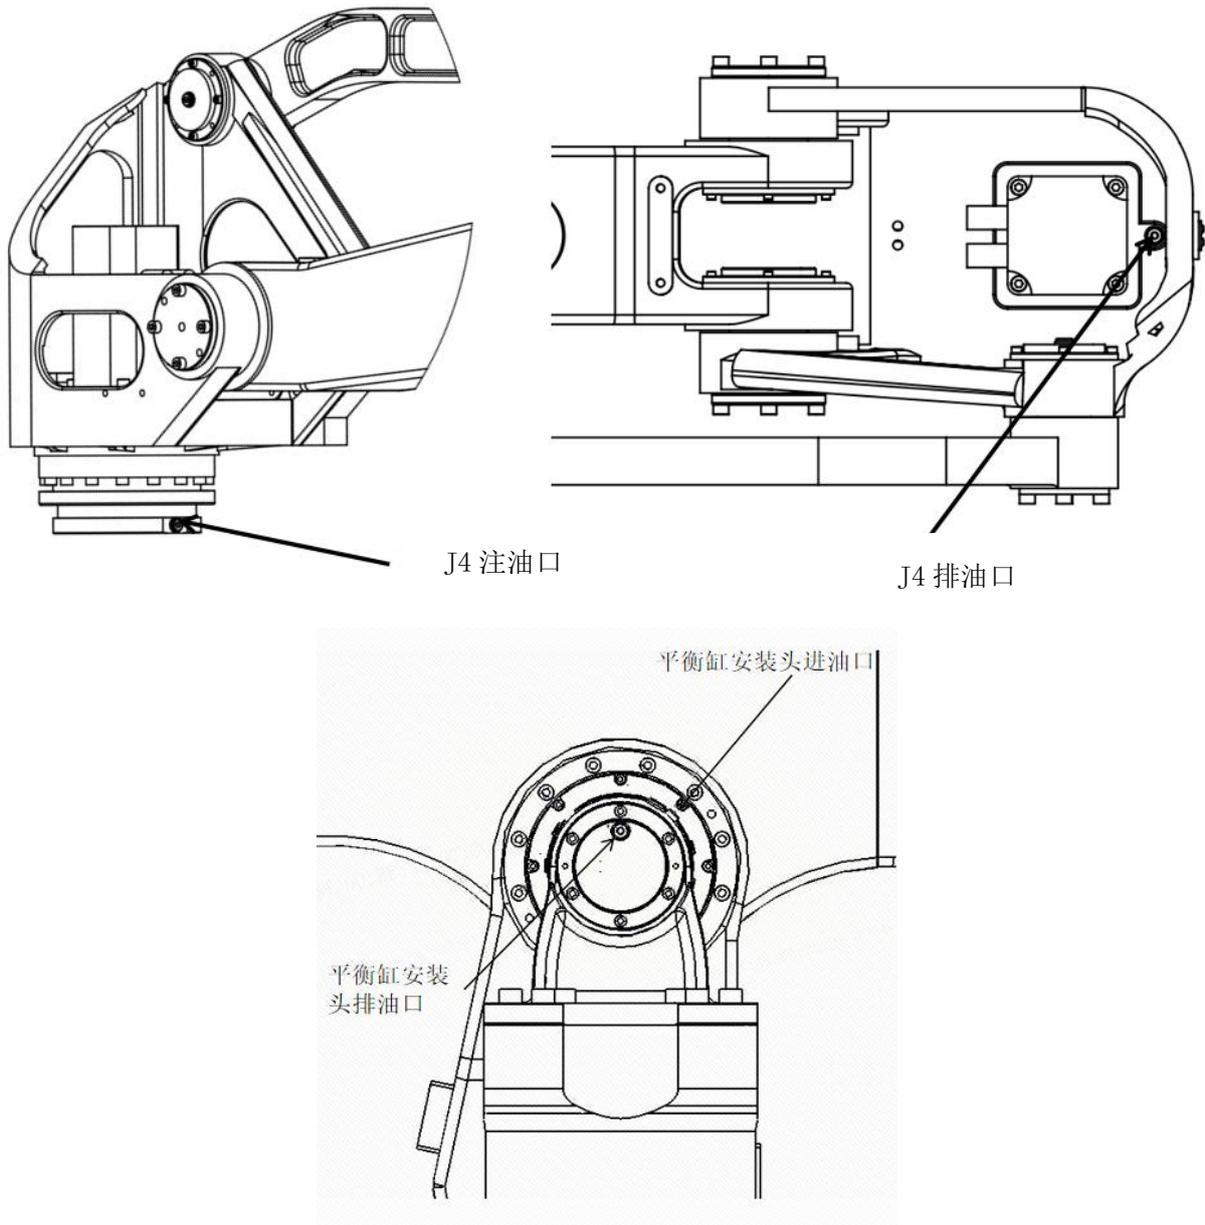

图 4-1 注入口和排放口的分布
- 3) 拆下润滑脂供、排油口的内六角螺塞 M10\*1，见图 4-1